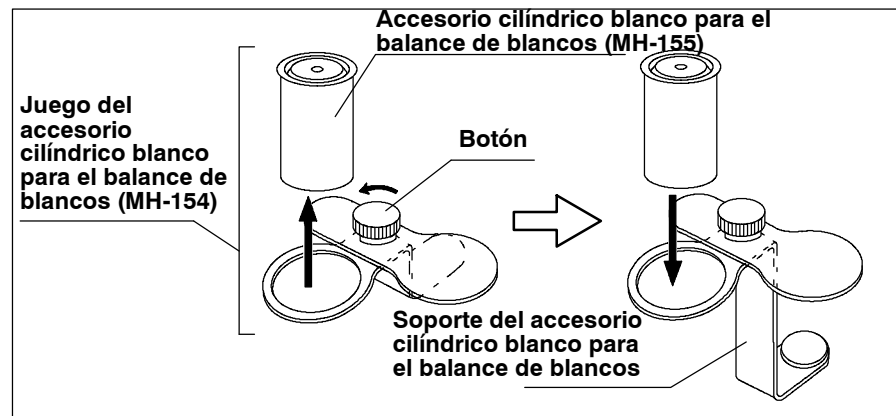

Figura 3.7
1. Retire el accesorio cilíndrico blanco para el balance de blancos (MH-155) del juego (MH-154), girando el botón en sentido contrario al de las agujas del reloj, para aflojar el tornillo. A continuación instale el accesorio cilíndrico blanco para el balance de blancos en el soporte como se muestra en la figura 3.7.